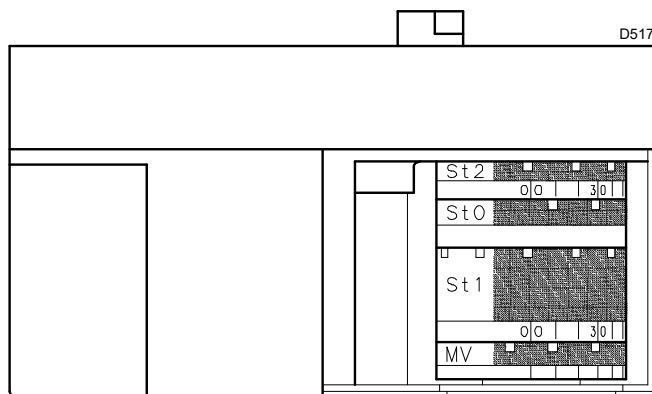

Abb. 30
- Zur Verringerung den Winkel des orangefarbenen Hebels (Abb. 30 auf Seite 28) mit kleinen Verstellungen schrittweise reduzieren, d. h. vom Winkel 15° auf 13° - 11° bringen...